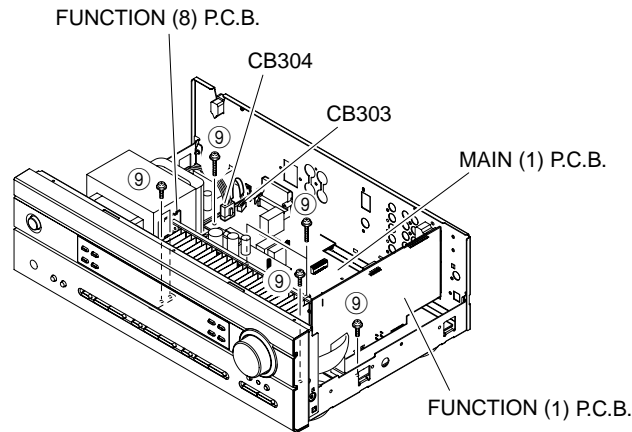

Fig. 5
5. Removal of MAIN (1), FUNCTION (1) and FUNCTION (8) P.C.B.s
- Remove CB303 and CB304. (Fig. 5)
- Remove 7 screws (⑨). (Fig. 5)
- Remove MAIN (1), FUNCTION (1) and FUNCTION (8) P.C.B.s. (Fig. 5)
5. MAIN (1)、FUNCTION (1)、FUNCTION (8) P.C.B.の外し方
- CB303、CB304を外します。(Fig. 5)
- ⑨のネジ7本を外します。(Fig. 5)
- MAIN (1)、FUNCTION (1)、FUNCTION (8) P.C.B.を取り外します。(Fig. 5)